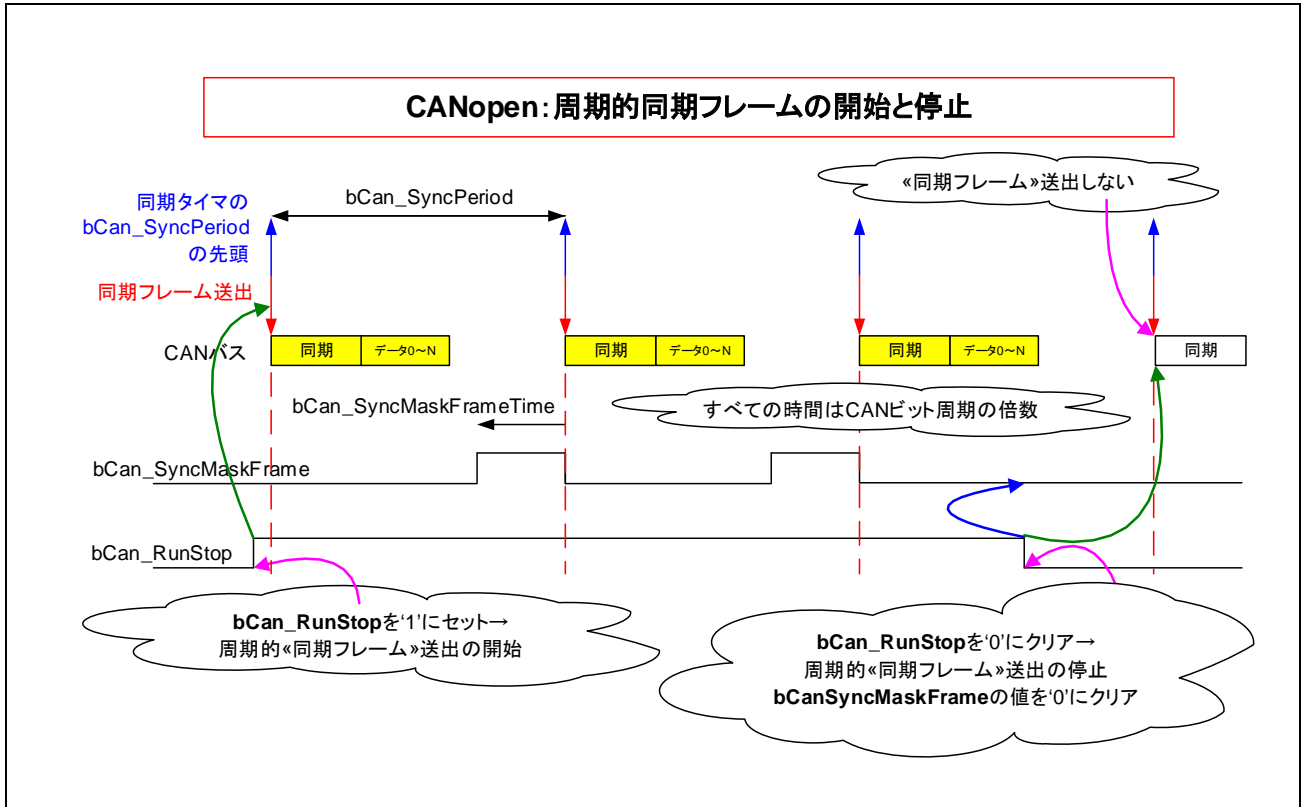

図 6.5 CANopen : 周期的同期フレームの開始と停止
- 「図 6.5 CANopen：周期的同期フレームの開始と停止」を参照してください。